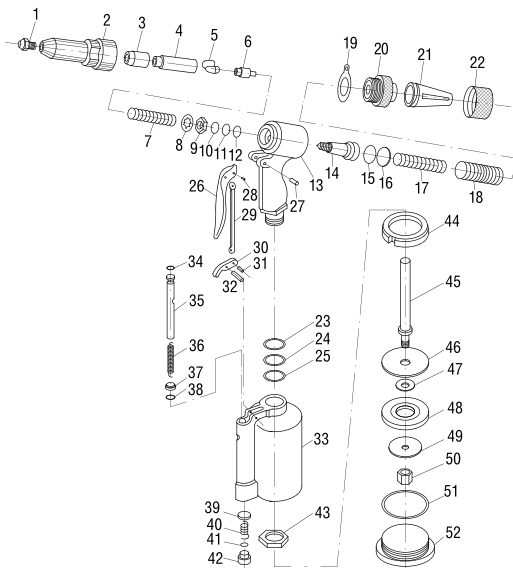

Рисунок 1 – Детализовка
2. Снимите защитный колпачок (рис. 1, поз. 2).